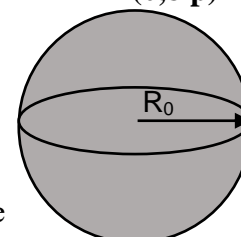

Figura 3
2. Sfera din figura 3 este realizată dintr-un metal cu coeficientul de dilatare termică liniară  $\alpha$ . Sfera este plină și are raza  $R_0$  la temperatura  $t_0$ . Sfera este încălzită la temperatura  $t$ .